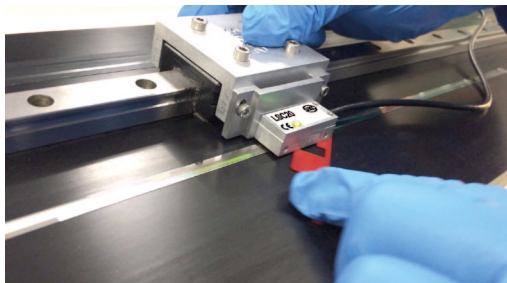

Abb. 6:
4. Entfernen Sie das Einstellplättchen vorsichtig durch Wegdrehen von der Skala am Griff des Einstellplättchens Abb. 6.